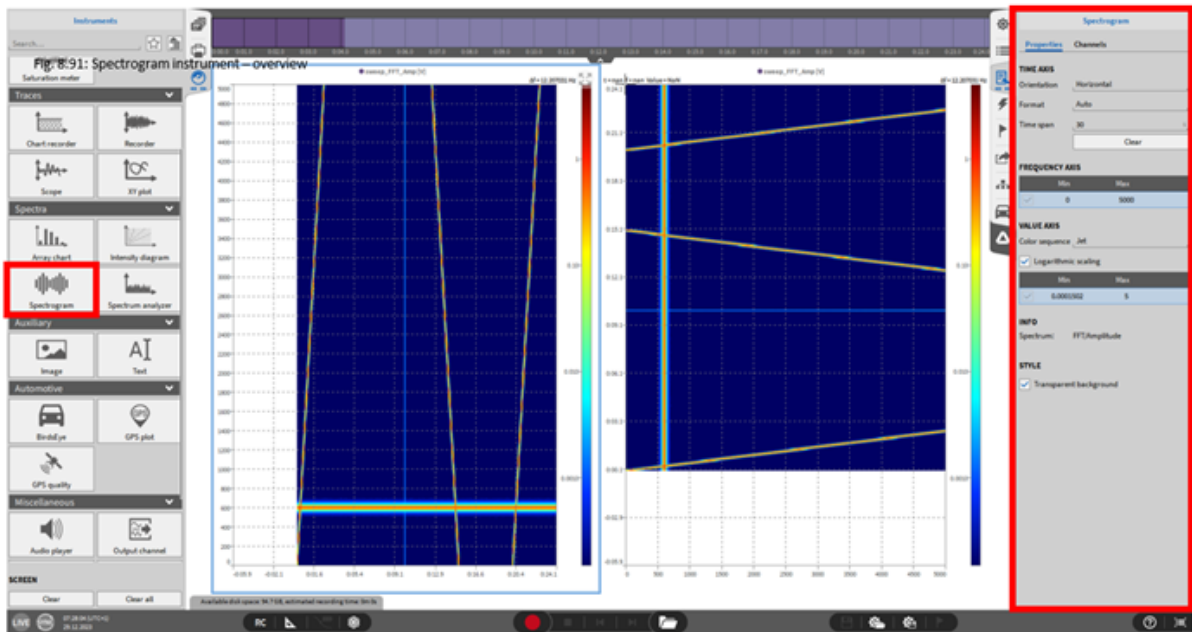

Abb. 8.95: Spektrogramm – Übersicht
Die vergangene Zeit wird auf der X-Achse dargestellt, die Frequenz auf der Y-Achse und die Amplitude des Signals wird farbcodiert auf der Z-Achse dargestellt (linkes Instrument in Abb. 8.95).
- Zeitachse – Orientierung: *horizontale* Orientierung ordnet die Zeitachse der X-Achse des Instruments zu (siehe linkes Instrument in Abb. 8.95) und *vertikale* Orientierung ordnet die Zeitachse der Y-Achse zu (siehe rechtes Instrument in Abb. 8.95).